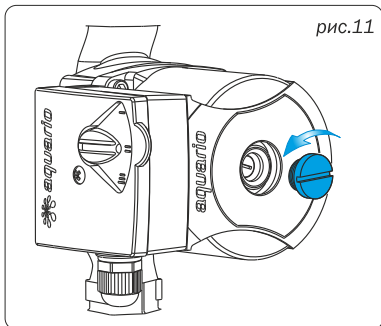

рис.11
- Для удаления воздуха из насоса выкрутите пробку, вращая её против часовой стрелки (рис.11).
После длительного перерыва в работе насоса перед его запуском необходимо убедиться, что вал насоса свободно вращается и не заблокирован отложениями, накипью и т.п. Для этого нужно выкрутить пробку (рис.11), и повернуть вал шлицевой отверткой.